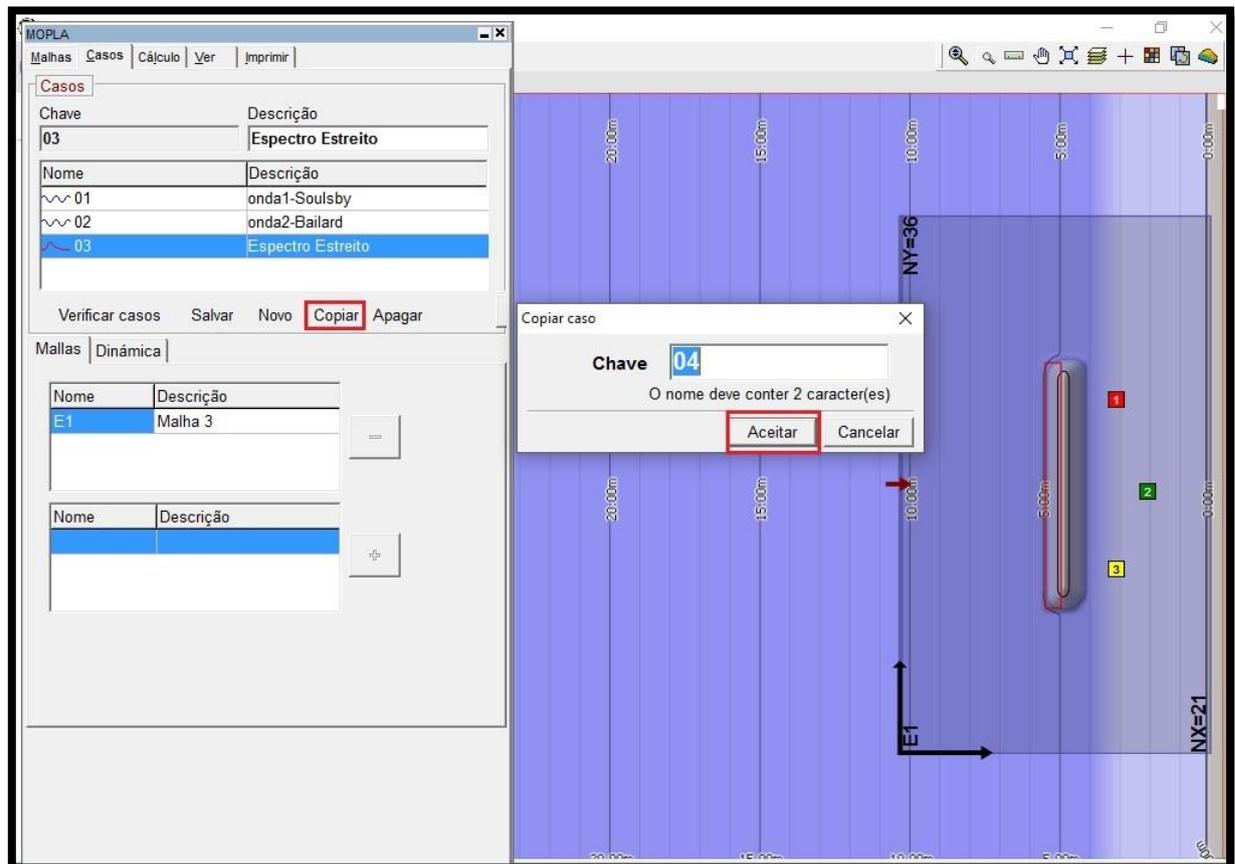

Figura 19 – Janela de Copiar caso, onde deve-se deixar o nome predeterminado "04".
39) O quarto caso, **Espectro largo**, será criado a partir de uma cópia do caso "03" de espectro estreito. Para isso, selecionar o caso "03" e clicar no botão "Copiar". Aparecerá o "Nome" predeterminado "04", o qual aceita-se clicando no botão "Aceitar" (Figura 19).